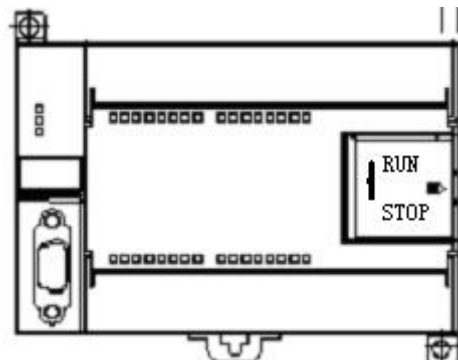

图 1-14-12 S7-200 PLC
- 5、查看西门子 PLC 硬件上“模式选择”选项，把它拨到“STOP”模式，如图 1-14-12 所示；